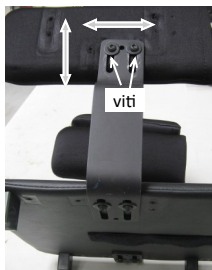

fig. 15.3: Regolazione staffa
- B) spostamento del contenitore lungo la staffa (fig. 15.3)
◆ Regolazione altezza (fig. 15.3)